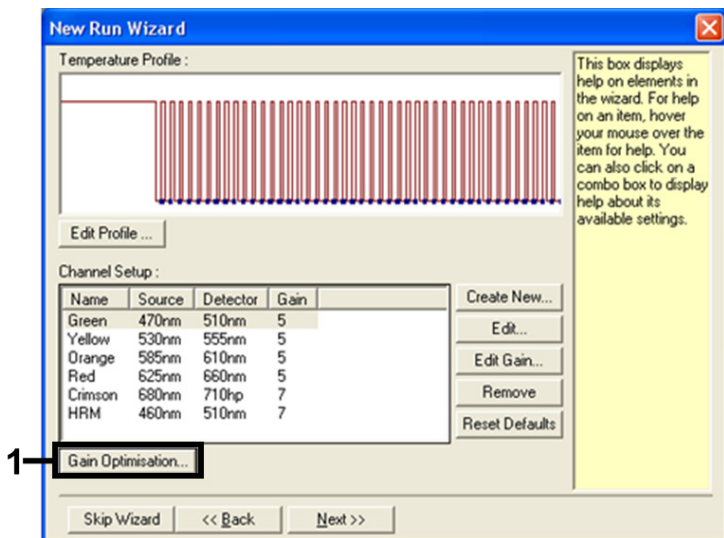

Figura 10. Otimização de ganho.
12. Na caixa de diálogo seguinte, clique em Gain Optimisation (Otimização de ganho) (Figura 10).